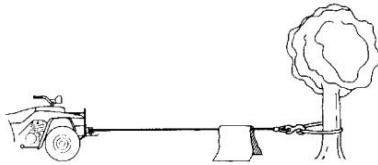

Figure 4
40. Il est conseillé de poser une couverture ou une veste épaisse sur le câble métallique près de l'extrémité du crochet lors de la traction de charges lourdes (Figure 4). En cas de rupture du câble métallique, le